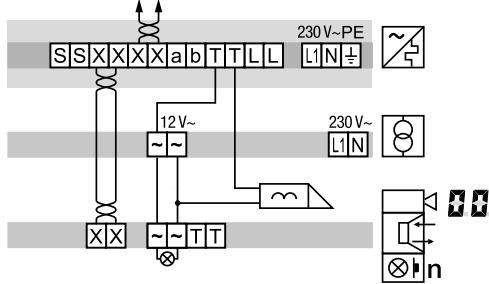

Bild 9: Anschluss der Türstation Video mit manipulationsgeschütztem Türöffner
- Bei manipulationsgeschützter Installation den Türöffner an den Kontakt der **Strangversorgung** anschließen (Bild 9).